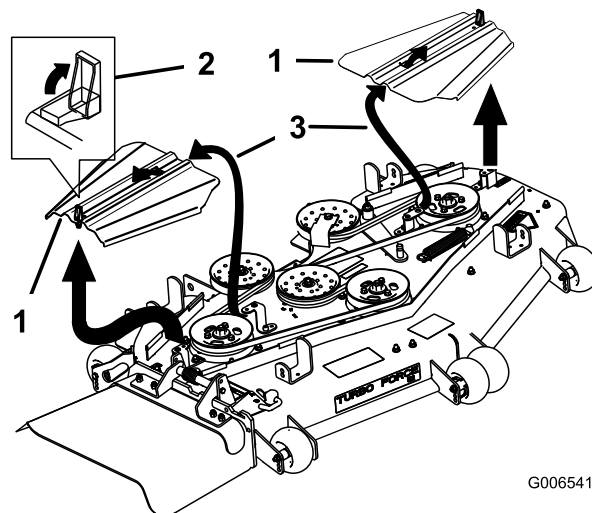

Figura 86
5. Rimuovete i copricinghia (Figura 86).